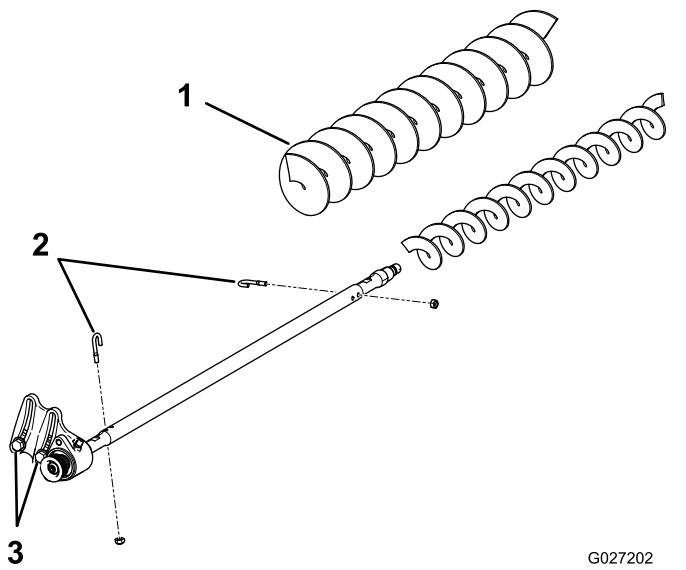

Figura 21
3. Remova os dois pernos em J e as porcas (Figura 21).
4. Deslize a escova existente para fora do veio da escova (Figura 21).
5. Desaperte os dois parafusos, anilhas e porcas que prendem a caixa de rolamentos da transmissão ao suporte de montagem da caixa de rolamentos (Figura 21).
6. Deslize a escova de elevada altura de corte para o veio da escova (Figura 21).
7. Prenda a escova ao veio com os dois parafusos em J e porcas previamente removidos (Figura 21).